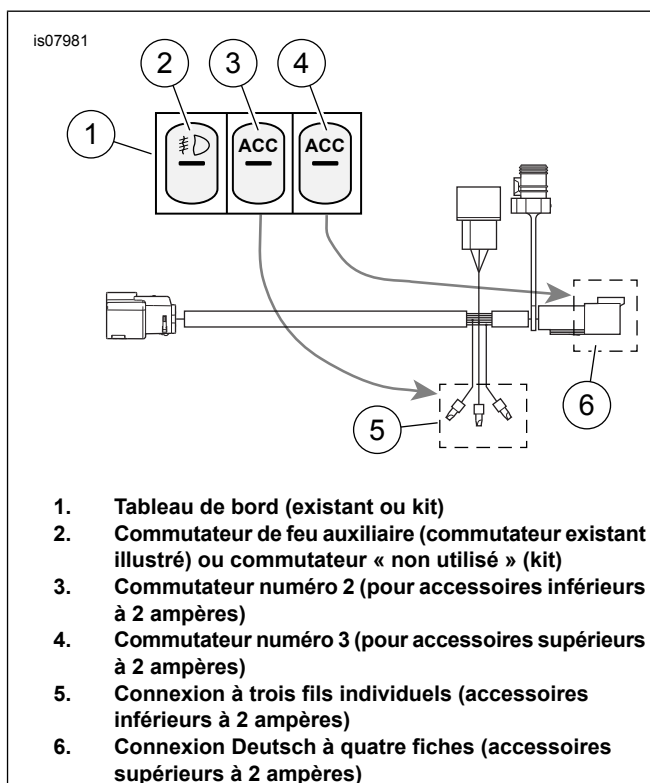

Figure 1. Connexions et faisceau de commutateurs
- Accessoires avec une connexion d'alimentation à prise femelle Deutsch à quatre fiches :** Voir Figure 1. Le connecteur à 4 fiches (6) DOIT être utilisé pour tous les schémas d'accessoires supérieurs à 2 ampères, et il sera commandé par un commutateur se trouvant à la position du côté droit. Il peut également être utilisé pour commuter les accessoires inférieurs à 2 ampères. Brancher directement dans le faisceau de connexion électrique ou dans l'adaptateur des accessoires électriques. **Accessoires se connectant à l'alimentation avec 3 fils individuels :** Voir Figure 1, Tableau 1 et Tableau 2. Les connecteurs à capuchon à 3 fiches (5) peuvent SEULEMENT être utilisés pour commuter les accessoires (2 fils) qui exigent moins de 2 ampères ou des accessoires (3 fils) qui exigent plus de 2 ampères et qui sont déjà dotés d'un relais. Couper les fils de l'accessoire (ou des accessoires) à la longueur appropriée pour atteindre facilement les 3 fils individuels du faisceau de connexion électrique. Si nécessaire, couper les capuchons de fil des 3 fils sur le faisceau.